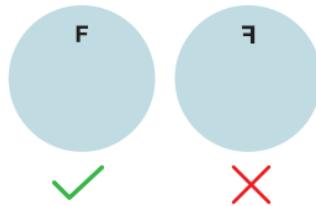

Fig 1. Orientering af EndoArt® implantat
17. Før indsættelse skal du sikre dig, at implantatet er i den rigtige retning: EndoArt® har et tegn "(F)" markeret på den perifere overflade, som skal vises korrekt (Fig. 1); ellers skal implantatet vendes.